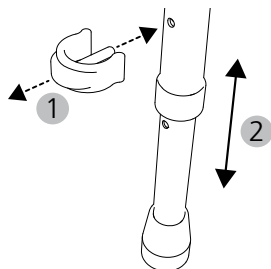

Abb. 9
1. Extraiga el clip pasador de la pata telescópica (fig. 9, 1).
2. Ajuste la pata telescópica a la longitud deseada (fig. 9, 2). Haga coincidir los agujeros del tubo interior y exterior.